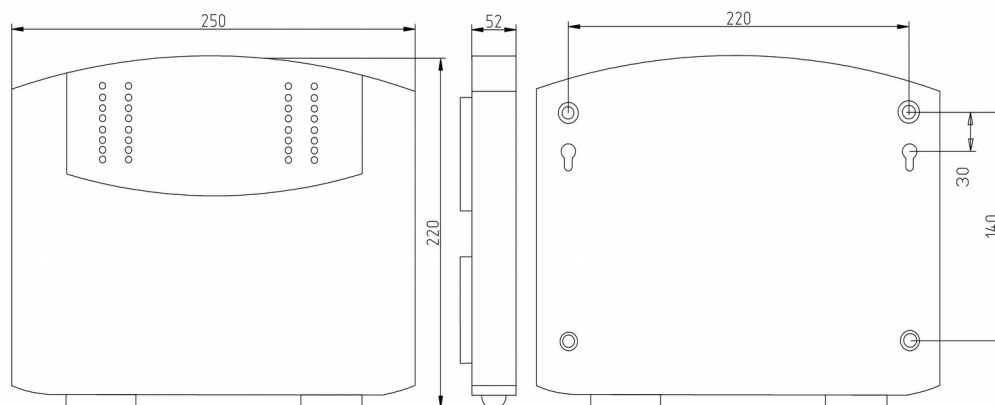

Рисунок 4.1. Габаритные и установочные размеры прибора
Прибор устанавливается в закрытом помещении без доступа посторонних лиц, в удобном для технического обслуживания месте. Прибор крепится к стене на высоте, удобной для наблюдения за индикацией. Прибор навешивается на два шурупа, ввинченных в стену и крепится двумя другими шурупами через отверстия в нижней части основания корпуса (рисунок 4.1).
- 3 Завернуть в стену два шурупа по установочным размерам (рисунок 4.1).